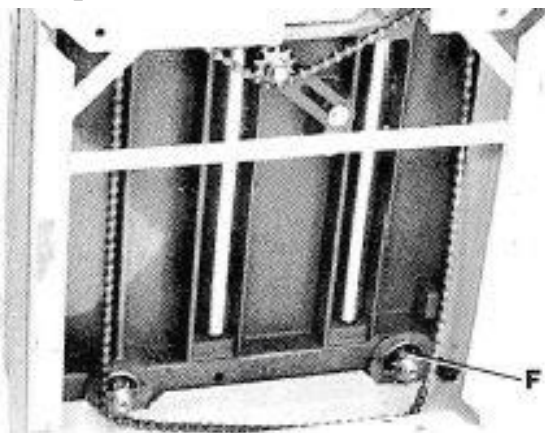

Рис. 38
6. Вручную поверните колесо (F), Рис. 38, чтобы совместить этот угол с другими тремя углами. ВАЖНО: ЭТА РЕГУЛИРОВКА ОЧЕНЬ ЧУВСТВИТЕЛЬНА, И НЕТ НЕОБХОДИМОСТИ ПОВОРАЧИВАТЬ КОЛЕСО БОЛЕЕ ЧЕМ НА ОДИН ИЛИ ДВА ЗУБЦА. Поворот колеса (F) по часовой стрелке уменьшит расстояние между столом и корпусом головки. Против часовой стрелки - увеличит расстояние.